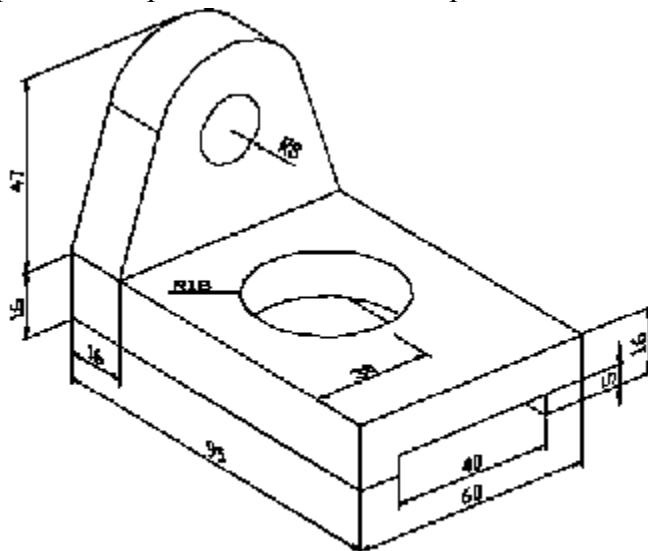

Рис. 11.17. Деталь для выполнения задания
Данный пример раскрывает методику получения сложных сечений. Порядок создания рассматриваемой твердотельной модели (рис. 11.17) пропускается. В примере требуется получить вырез по квадрантам большего отверстия.
1. В первую очередь необходимо создать представленную на рис. 11.17 деталь, затем активизировать режим скрытия невидимых линий (команда Hide) и отключить триангуляцию криволинейных поверхностей (системная переменная DISPSILH равна 1).